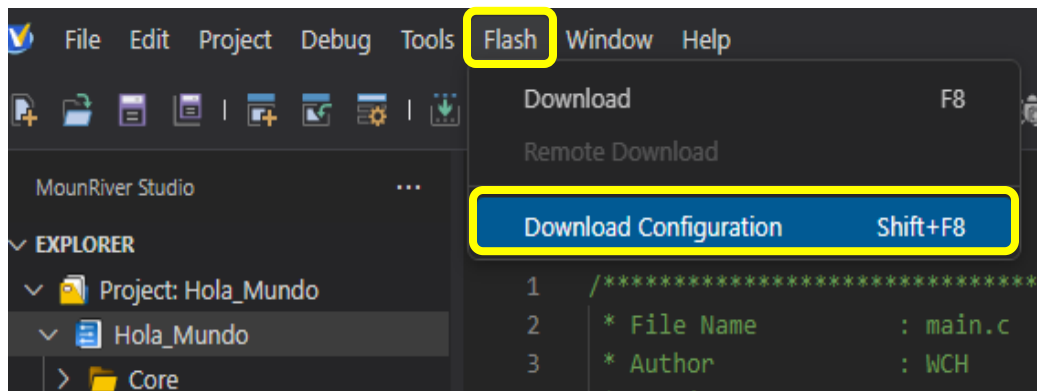

Imagen 10. Opción para abrir la configuración del programador.
2. Como ya se tenía abierto el proyecto que se configuro en el apartado 1.2 entonces se procede a seleccionar la opción **“Flash”** y posteriormente la opción **“Download Configuration”**, esto puede apreciarse claramente en la imagen 10.